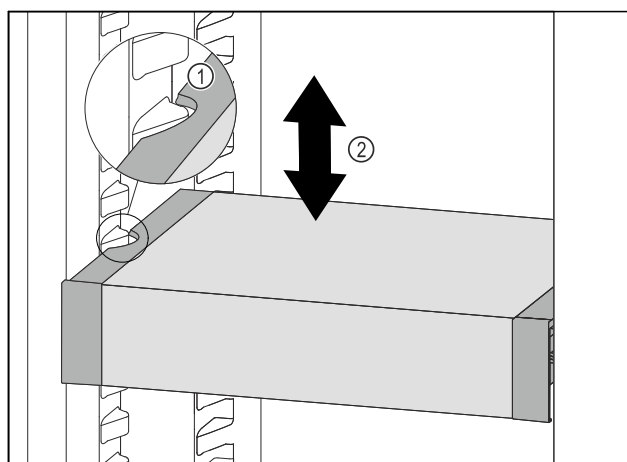

Fig. 87
- ▶ Træk VarioSafe fremefter, indtil udsparingerne i siden på VarioSafe er på niveau med beholderribben i kølesektionen. Fig. 87 (1)
- ▶ Flyt VarioSafe op eller ned i kølesektionen, indtil den ønskede højde er nået. Fig. 87 (2)